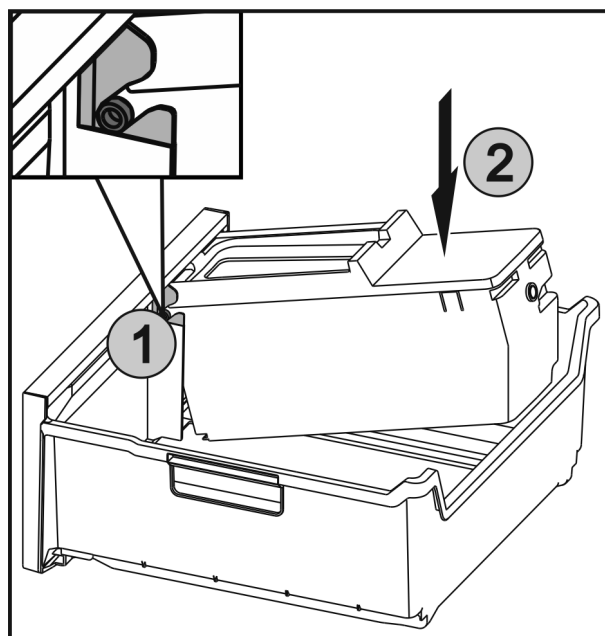

Fig. 45
- Вкарайте осите Fig. 45 (1) на EasyTwist-Ice във водачите и натиснете задната страна Fig. 45 (2), докато езичето се фиксира.